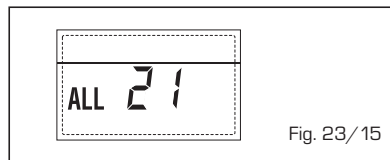

Fig. 23/15
- **INTERVENÇÃO TERMÓSTATO DE SEGURANÇA SEGUNDA ZONA MISTURADA "ALL 22"** (fig. 23/16)